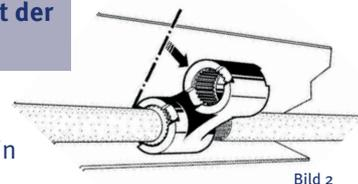

Bild 2
- 3.2. Die neuen Stabilisatoren (Nr.3&4) von innen nach außen durch die Verzahnung treiben und mit dem Zwillinglager fest verbinden. Hierbei den Arretierungskeil 1002239, wie in Bild 2 zu erkennen, zwischen Zwillinglager und Achskörper positionieren.